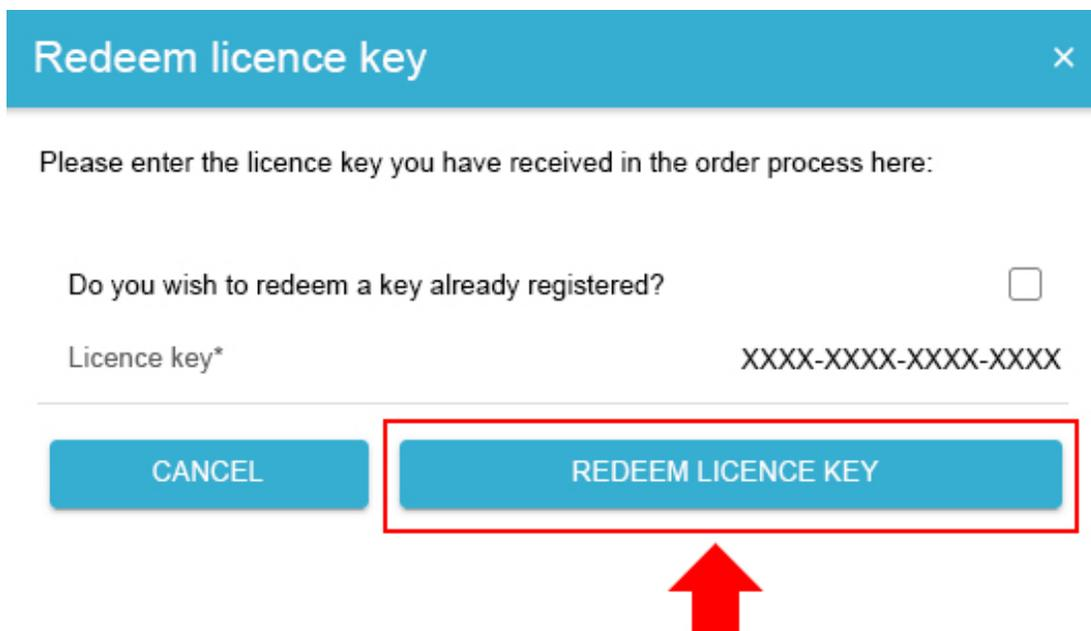

Figure 24. Redeeming a new license key: Step 6
- Figure 24. Redeeming a new license key: Step 6